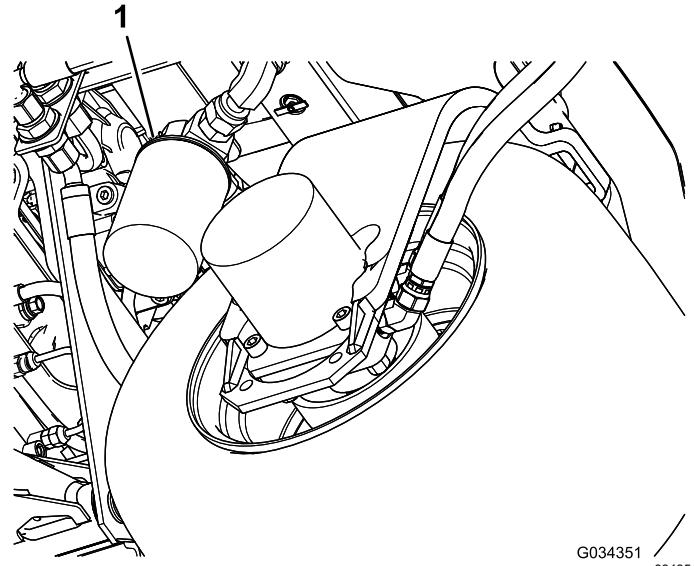

Bild 83
2. Reinigen Sie den Anbaubereich des Filters. Stellen Sie ein Auffangwanne unter den Filter (Bild 83) und entfernen den Filter.